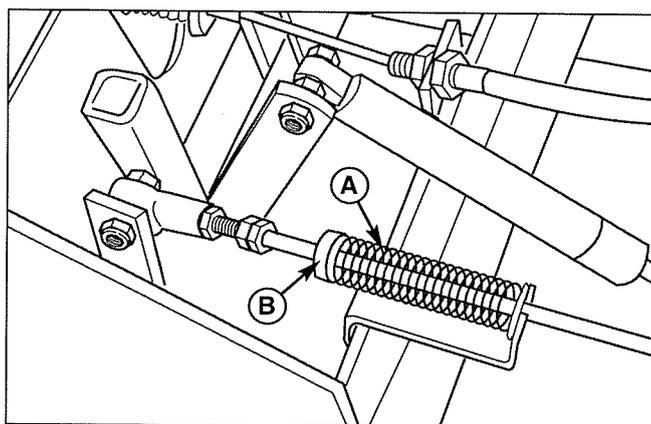

Figure 44. Réglage de retour au point mort
1. Desserrer le collier fixé (B, figure 44) bloqué contre le ressort de rappel (A).